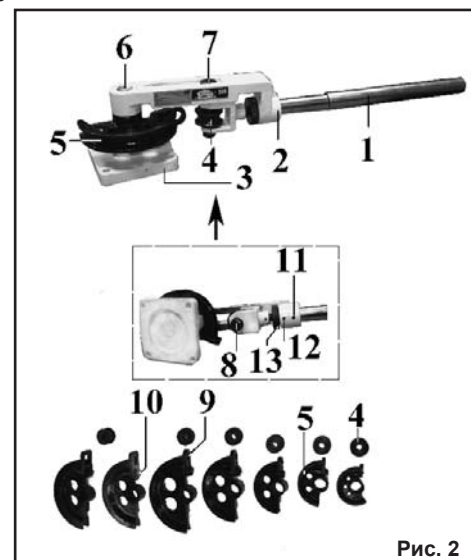

Рис. 2
4.1. Запрещается эксплуатировать трубогиб без надёжного его закрепления на прочной и устойчивой рабочей поверхности верстака с помощью болтовых соединений (не комплектуется) через отверстия в основании (3) (Рис. 2).
4.4. Не допускайте попадания рук в рабочую область между роликом (4) и оправкой (5) (Рис. 2).
6.1. Трубогиб состоит из следующих сборочных единиц и деталей (Рис. 2):
7. СБОРКА (Рис. 2)
Закрепите трубогиб на прочной и устойчивой рабочей поверхности верстака с помощью болтовых соединений (не комплектуется) через отверстия в основании (3), Рис. 2.
9. РАБОТА (Рис. 2)
10.3. Рабочая поверхность оправки (5) и ролика (4), Рис. 2, а также оси (6) и (7), должны быть чистыми, слегка смазанными машинным маслом.